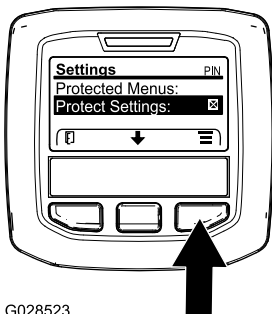

Figura 25
1. Din MAIN MENU (Meniu principal), utilizați butonul din mijloc pentru a derula în jos la SETTINGS MENU (Meniu Setări) i apăsați butonul din dreapta (Figura 25).